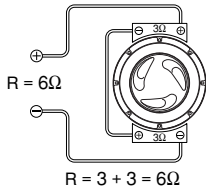

Afb. 2
1. Bevestig de meegeleverde pakking-tape aan de achterkant van de luidspreker flens zoals aangegeven in afb. 2, zodat de flens helemaal bedekt is.